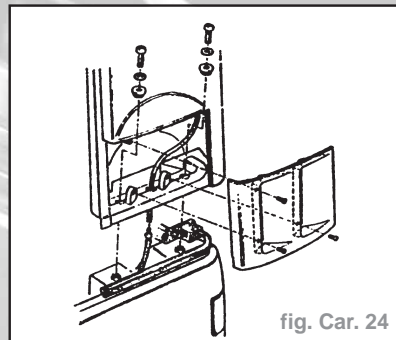

fig. Car. 24
- la tôle d'aération du montant (fig. Car. 24).